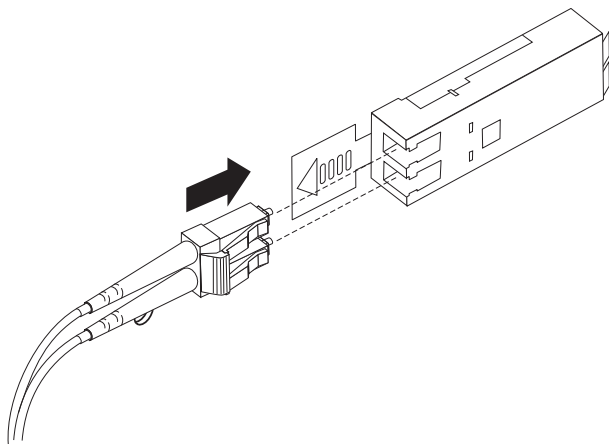

图 32. 将 LC-LC 光纤通道电缆插入到 SFP 模块中
4. 小心地将 LC-LC 电缆的这一端插入已安装在 DCS3700 中的 SFP 模块中。电缆接口中有定位键，以确保它可正确地插入 SFP 模块中。如第 52 页的图 32 中所示，拿着接口，推入电缆直至它就位。